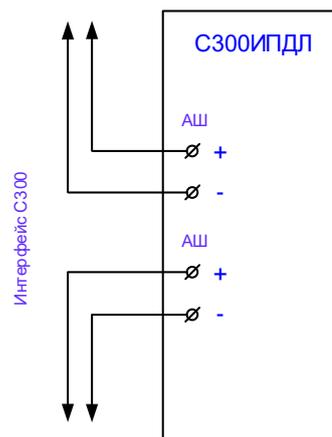

Рисунок 8
3.7.5 Подбор положений приёмно-передатчика производится путём закручивания или откручивания юстировочных винтов углов положения в горизонтальной и вертикальной плоскостях (см. рис. 8).